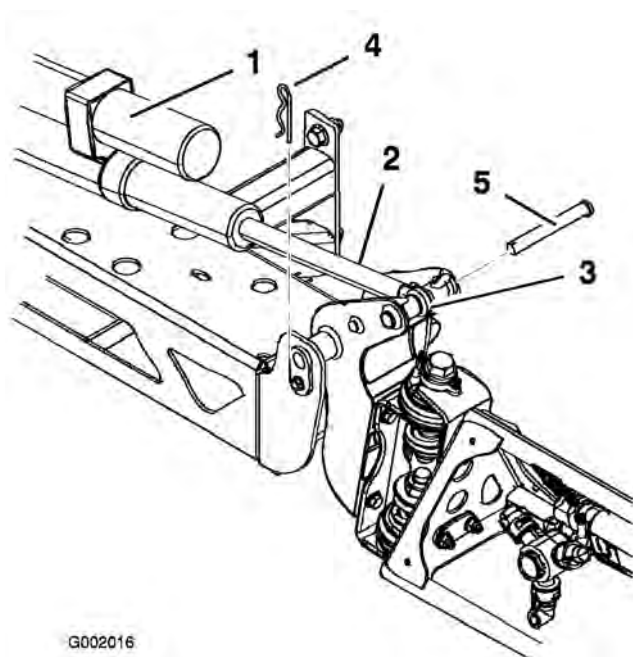

Figure 41
2. Retirez la goupille fendue de l'axe de pivot (Figure 41).
3. Soulevez la rampe et déposez l'axe (Figure 41). Abaissez lentement la rampe au sol.
6. Élevez la rampe pour aligner le pivot sur la tige d'actionneur. Tout en maintenant la rampe, insérez l'axe dans le pivot de rampe et la tige d'actionneur (Figure 41).